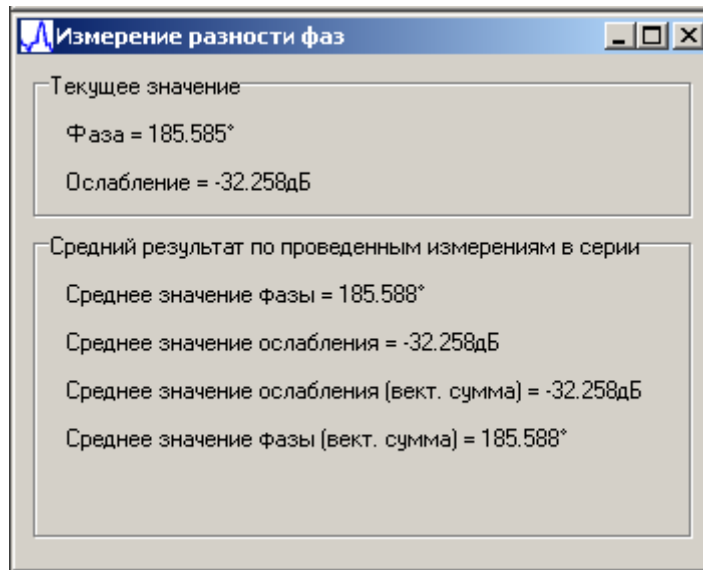

Рисунок 13. Окно измерений фазового сдвига
5.3.1 Группа управляющих кнопок, строк ввода и строк индикации результатов измерений в области «Управление» окна «Прямые измерения» непосредственно задает режим функционирования СК6-20А. В строках ввода задается количество измерений в серии и частота первой гармоники. Кнопки «Пуск» и «Стоп» предназначены для запуска измерений в установленном режиме и их прекращения. Флажок «Измерение разности фаз» предназначен для выбора режима измерений фазового сдвига в градусах и модуля коэффициента передачи четырехполюсника в децибелах (см. рисунок 13), при его отсутствии СК6-20А функционирует в режиме прямых измерений Кг по входу А электронного блока СК6-20А.